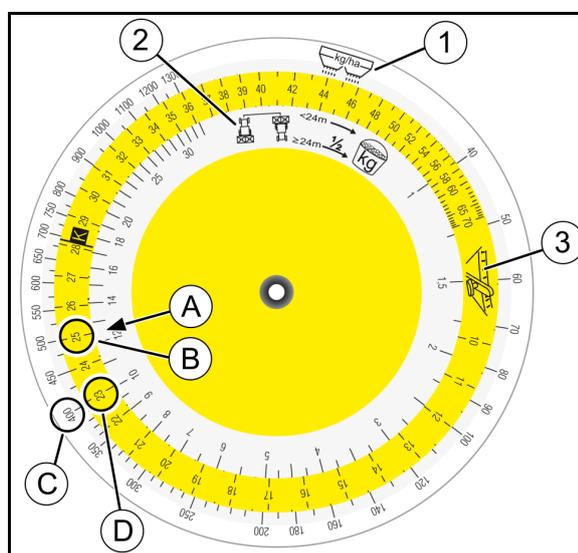

Fig. 54
Na escala (Fig. 54/2) referente à quantidade recolhida [kg], procurar o valor numérico (A) e sobrepor com a posição seleccionada da correção (B) da escala de cor (Fig. 54/3).
3. Procurar a quantidade dispersada pretendida (C) e ler a posição da correção necessária (posição) (D).